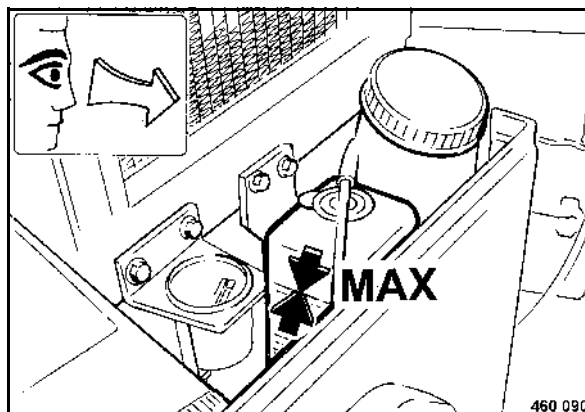

fig. 134
- Remplir le liquide jusqu'au repère MAX (fig. 134).